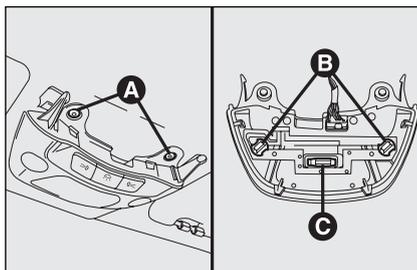

fig. 42
- dévisser les 2 vis de fixation **A**-fig. 42, puis tourner les deux porte-lampes **B** dans le sens contraire des aiguilles;
- enlever les ampoules à remplacer. Pour remplacer l'ampoule **C**-fig. 42, la dégager des contacts latéraux en s'assurant que la nouvelle ampoule soit correctement bloquée entre les contacts mêmes.